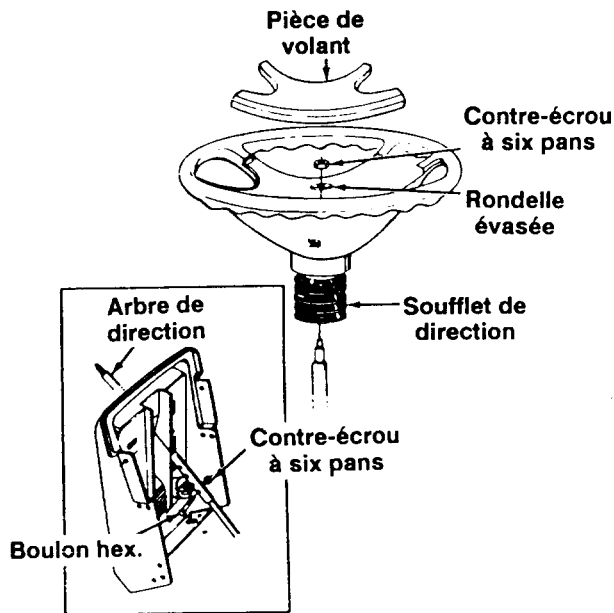

Figure 4
1. Le volant peut être installé à quatre hauteurs différentes. Pour les raisons d'expédition, la colonne de direction a été montée dans la position la plus basse. Soulevez le capot du tracteur et retirez le boulon hex et le contre-écrou à six pans de la colonne de direction. Relevez la colonne à la position choisie et fixez-la solidement à cette position avec le boulon hex et le contre-écrou à six pans. Voir figure 4.
2. Installez un bout du soufflet de direction en plastique sur le volant de la manière indiquée à la figure 4.
5. Installez la rondelle avec le côté en forme de coupe en bas sur l'arbre de direction. Fixez-le solidement avec un contre écrou à six pans de 5/16 po. Voir la figure 4.